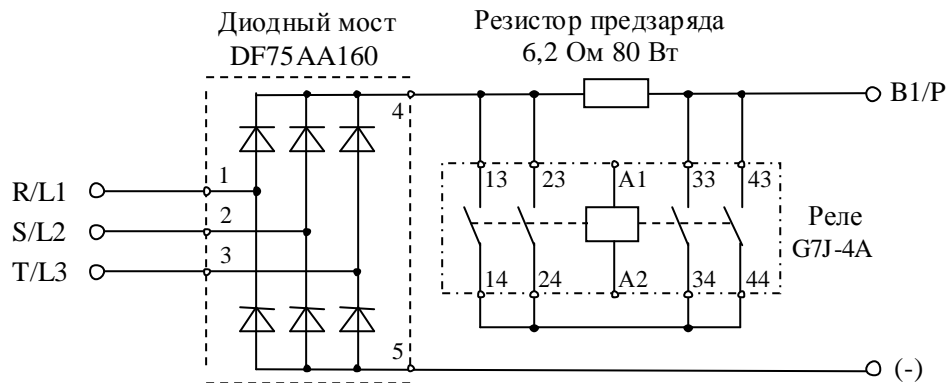

Рис.4.4
4.7.1. Электрическая принципиальная схема диодного модуля приведена на рис.4.4. (на схеме также показаны внешние силовые клеммы ПЧ и цепь предзаряда).